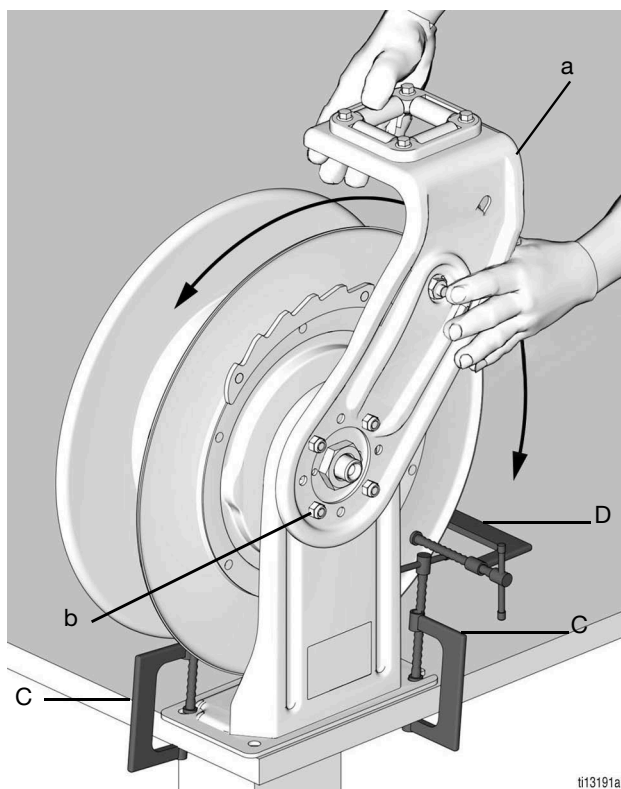

ABB. 9
- a. Sichern Sie den Aufroller mit C-Klemmen (C) auf einer stabilen Fläche (ABB. 9).
- b. Befestigen Sie eine C-Klemme (D) am Aufrollerflansch, um zu verhindern, dass sich die Spule unerwünscht löst und frei rotiert (ABB. 9).